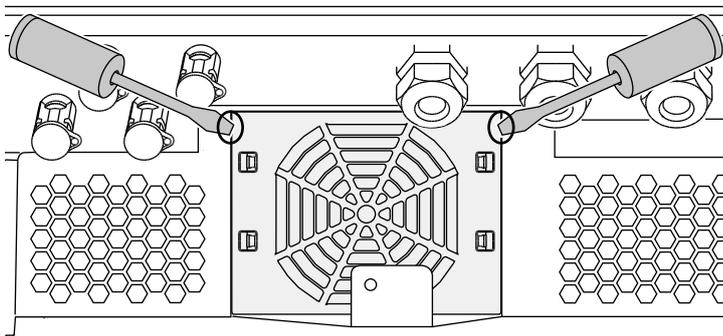

Fig. 68 : Démontage de la grille du ventilateur
2. Démontez le ventilateur. Pour cela, insérer un tournevis sur le bord de la grille du ventilateur, puis exercer une légère pression. ➤ **Fig. 68**